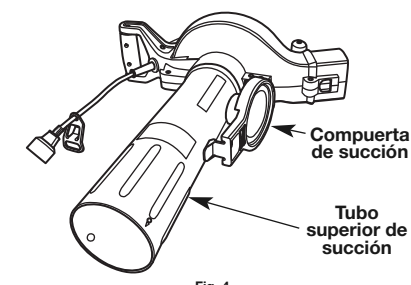

Fig. 4
3. Introduzca el tubo superior de succión en la carcasa del motor (Fig. 4).